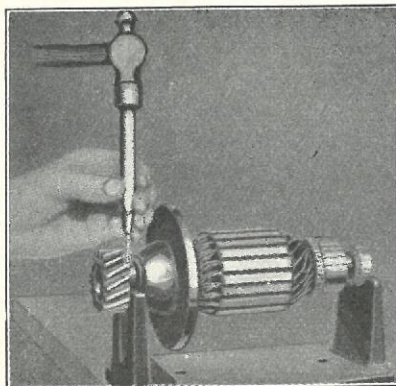
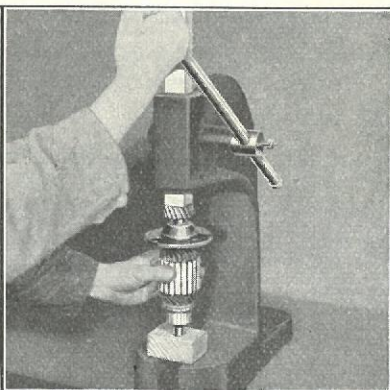

Fig. 453
Fig. 481
- 908** Driv Laaestiften i Drevet ud (Fig. 453). For at forhindre Ødelæggelse af Kuglelejerne ved Uddrivningen af Stiften er det nødvendigt at anbringe en Blyklods eller et Arbejdsstativ under Drevet.
Dornpresse, medens den Ende af Akslen, hvorpaa det lille Kugleleje sidder, hviler paa en Blyklods (Fig. 481). Pres Dreivet ned paa Akslen, indtil Stifthullet i Dreivet flugter med Stifthullet i Akslen. Indsæt Laasestiften gennem Drev og Aksel. Stiftens Ender nittes derefter (Fig. 453).